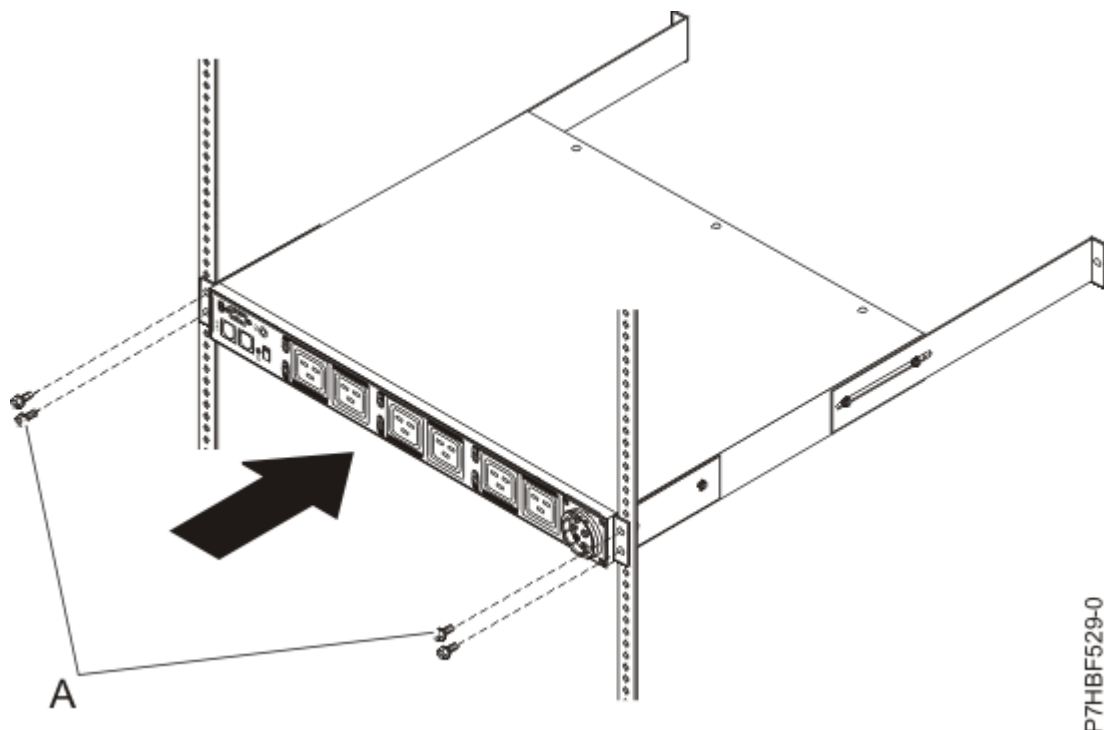

Figura 44. Conectando a frente da PDU+ ou da PDU alternada inteligente ao rack
13. Prenda os suportes de montagem longos e o painel de preenchimento em branco (A) ao gabinete do rack concluindo as etapas a seguir:
- c. Remova os dois parafusos M6 (A) se porcas de fixação forem usadas ou parafusos M5 que prendem a PDU, a PDU+ ou a PDU alternada inteligente nos flanges do rack.
- h. Alinhe a extremidade do modelo PDU, PDU+ ou PDU alternada inteligente com os suportes de montagem curtos com a parte externa dos flanges do rack. Assegure-se de que os trilhos se alinhem corretamente com os flanges do rack frontais. Caso contrário, marque e reajuste o comprimento dos trilhos de montagem removendo a PDU, a PDU+ ou a PDU alternada inteligente e repetindo as etapas “13.b” na página 62 a “13.g” na página 62. Use dois parafusos M6 (A) se porcas de fixação forem usadas ou parafusos M5 se presilhas de encaixe forem usadas por suporte para conectar os suportes às presilhas de encaixe ou porcas de fixação nos flanges do rack.
- j. Alinhe o painel de preenchimento em branco **(A)** no lado externo dos flanges do rack, conforme mostrado na Figura 44 na página 62.